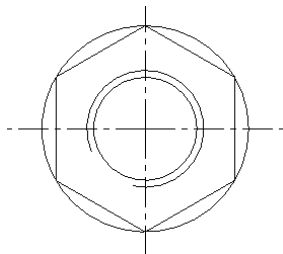

图 3-139 内接方式绘制多边形
④ 如果选择“内接”选项，则绘制的多边形如图 3-139 所示。